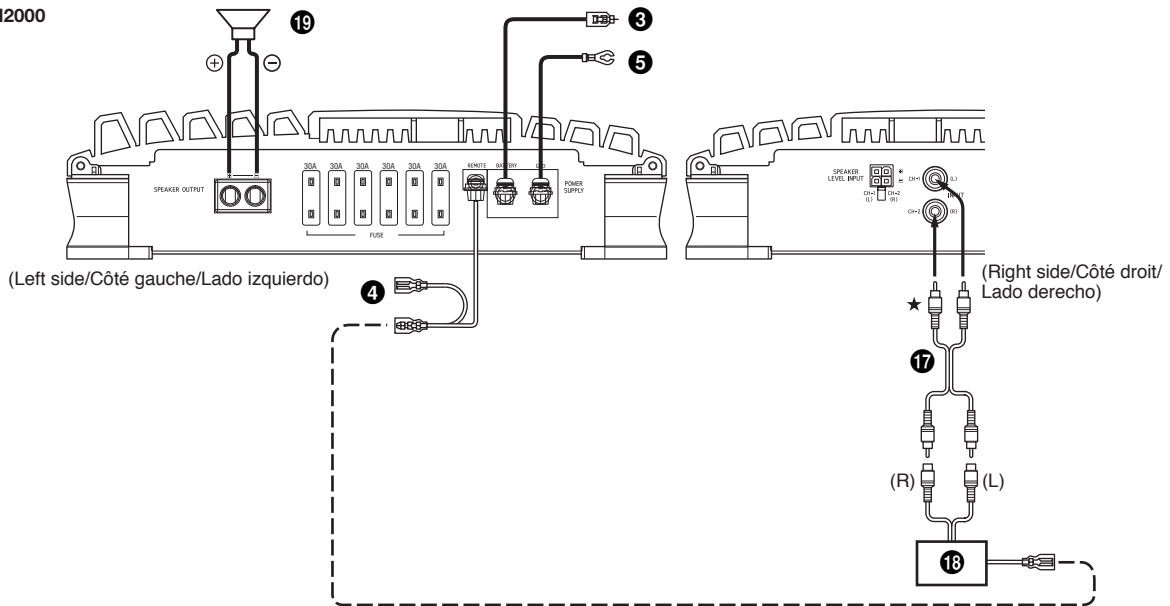

Fig. 9
- 2) The Y-Adapter is not required if a line output, stereo pair is used to drive both inputs of the bridged amp (as shown in Fig. 9).
- 2) L'adaptateur Y n'est pas nécessaire si une sortie de ligne ou un couple stéréo sont utilisés pour les deux sorties de l'amplificateur ponté (voir la Fig. 9).
- 2) El adaptador-Y no es necesario si se utiliza una pareja de salida en línea/estéreo para conducir ambas entradas del amplificador puenteado (tal como se indica en la Fig. 9).